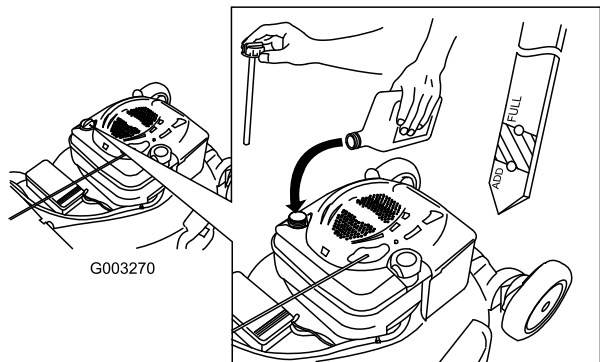

Рисунок 39
4. **Медленно** залейте масло в маслозаливную горловину до тех пор, пока его уровень не достигнет отметки Full («Полный») на щупе (Рисунок 39). **Не допускайте переполнения картера.** Макс. объем масла: 0,59 л, тип: автомобильное моющее масло (SAE 30), имеющее классификацию API: SF, SG, SH, SJ, SL и выше.